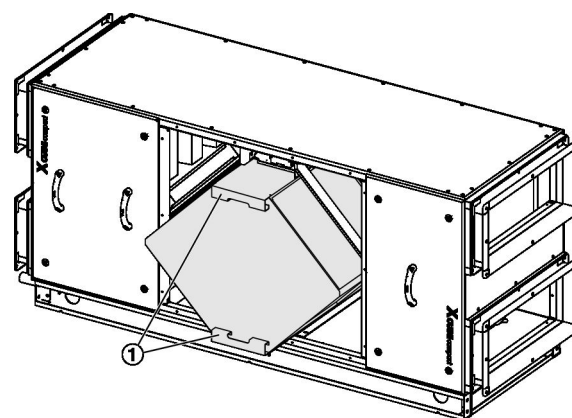

Рис. 57: Извлечение пластинчатого рекуператора
4. ▶ Извлеките пластинчатый рекуператор при помощи ручек (Рис. 57/1).